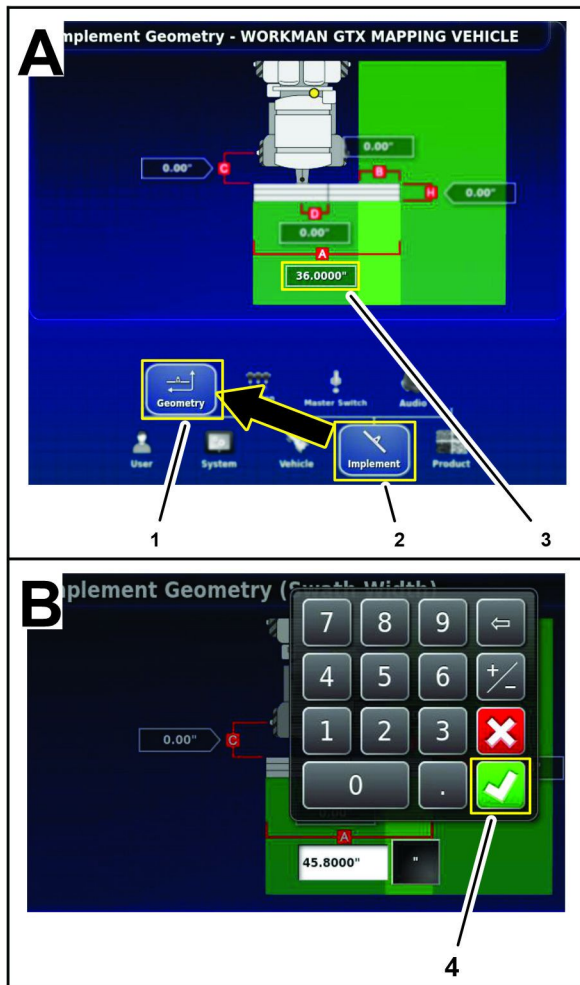

Figura 195
1. Pulse el icono IMPLEMENTO y el icono GEOMETRÍA (Figura 195).
2. Pulse el icono Anchura total (A), utilice el teclado en pantalla para introducir la medida que anotó en el formulario de geometría del implemento de Medición de la geometría del implemento \(página 87\), y pulse el icono Confirmar (Figura 195).